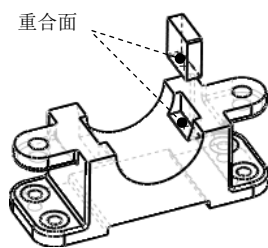
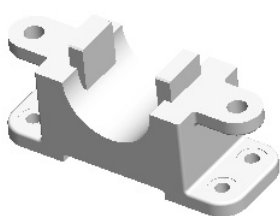

图 7.11.9 选取重合面（二）
图 7.11.10 添加第二个楔块零件
④ 添加“重合”配合。操作方法参照上一步，重合面如图 7.11.9 所示。
⑤ 单击“配合”对话框的  按钮，完成零件的定位。
Step5. 参照 Step4 完成第二个楔块零件的添加，结果如图 7.11.10 所示。